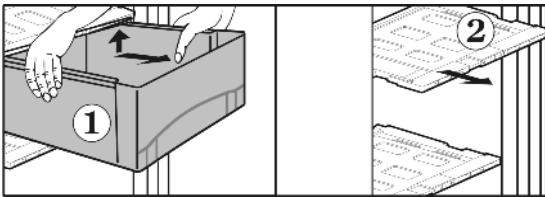

Fig. 14
- ▶ Выдвижные ящики Fig. 14 (1) извлеките до упора.
- ▶ У снятого выдвижного ящика крышку Fig. 14 (2) с регулятором влажности освободите из фиксаторов сверху, извлеките вперед.